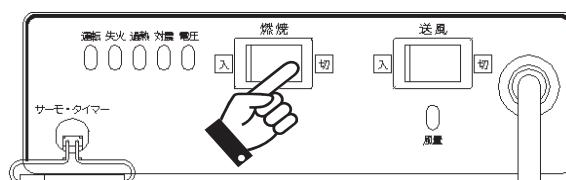

図4-2 消火操作
1. 燃焼スイッチを「切」にしてください（P. 9 図4-2参照）。燃焼が停止し、約90秒後に送風ファンが自動的に停止し、運転ランプが消灯します。